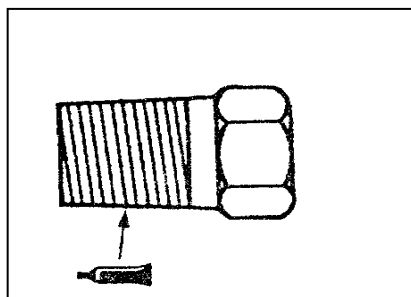

图 8-11
(1)在气缸体放水阀的螺纹上涂上规定的密封剂,按规定力矩拧紧见图 8-11;